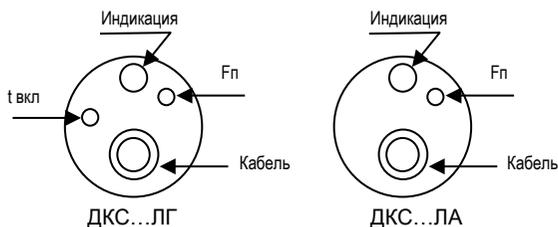

Рисунок 2 - Расположение органов регулировки и индикации на крышке корпуса
3.3 Расположение органов регулировки датчика показано на Рис. 2. Значение пороговой частоты F_n и длительность первоначальной задержки $t_{вкл}$ (для изделий ЛГ) увеличиваются при вращении регулировки по часовой стрелке и уменьшаются при вращении против часовой стрелки.